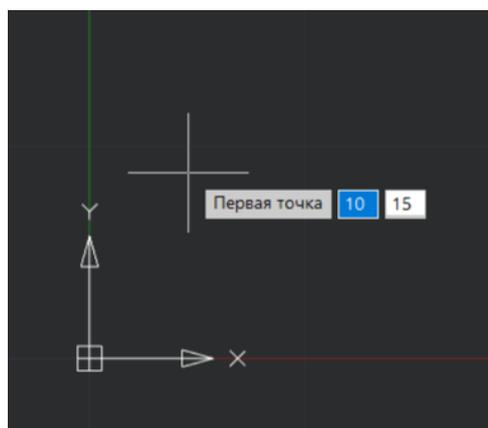

Рис. 3.10
- 1) сначала укажите начало отрезка в абсолютных координатах, например, #10,15 (и нажмите Enter) (рис. 3.10).